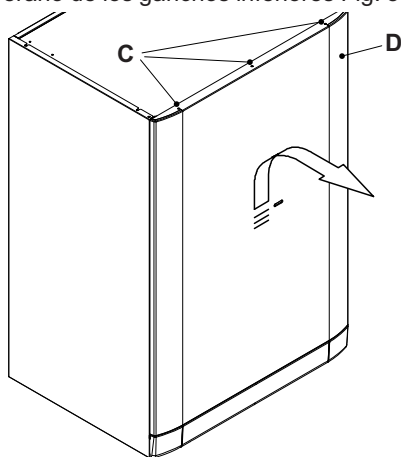

Fig. 5.18
Quite los tornillos (C) y desmonte el panel frontal (D) desplazándolo hacia arriba para liberarlo de los ganchos inferiores Fig. 5.18.